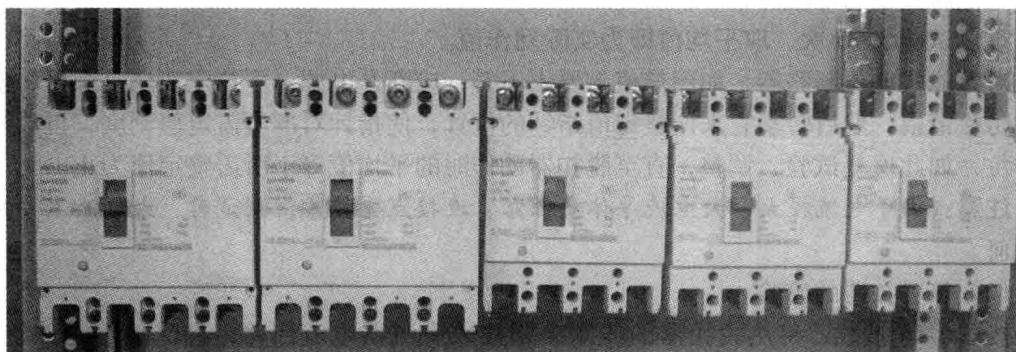
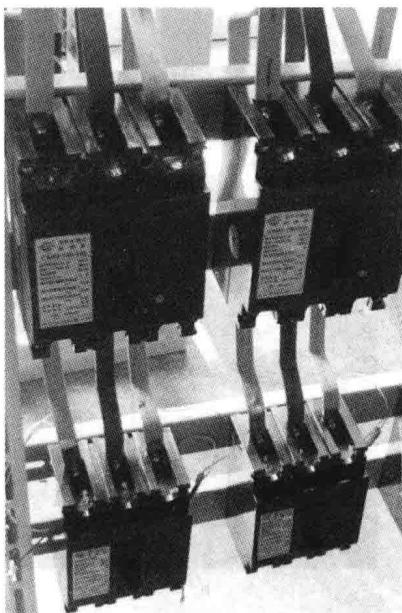

图 1-12 断路器使用铝排时的布置
图 1-13 铝排的安装
4) 应垂直安装在配电板上，在灭弧罩上部留有一 定的飞弧空间；断路器如果较大，需要用铜排或铝排作电源线时，尽量上端平齐，以方便排 线的安装，如图 1-12、图 1-13 所示。